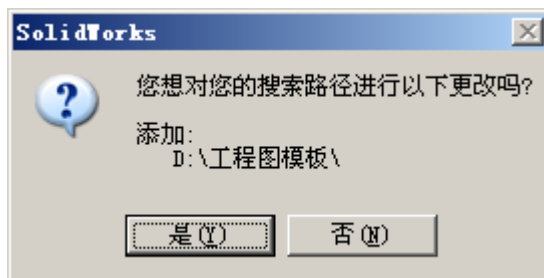

图 3-4 提示对话框
单击“系统选项 (S)”对话框下方的“确定”，出现提示对话框。如图 3-4 所示，提示是否对图纸格式搜索路径进行更改？单击“是”，退出“系统选项 (S)”对话框。